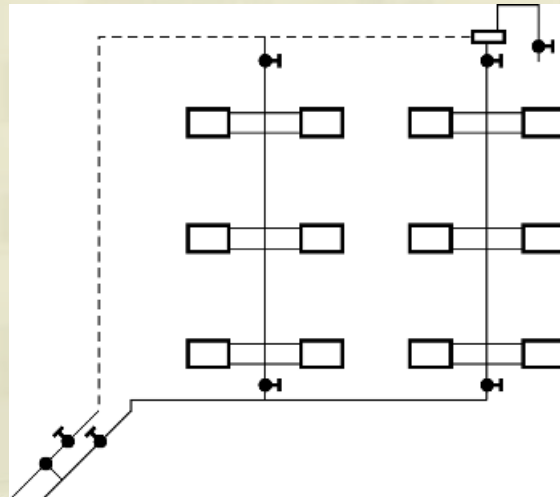

图4-6 下供上回单管散热系统
(4) 下供上回单管散热系统
- 下供上回单管散热系统也称为倒流式，其结构如图4-6所示。
(5) 单一双管散热系统